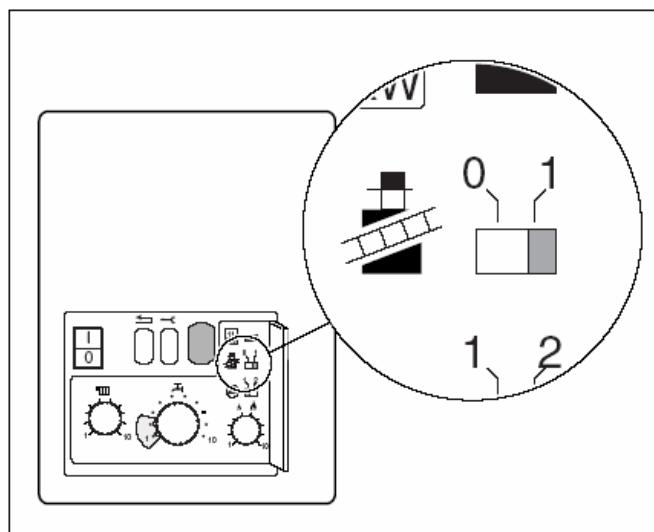

Рис. 5 Переключатель очистки дымохода
- Установите переключатель очистки дымохода (рис. 5) в положение "1".